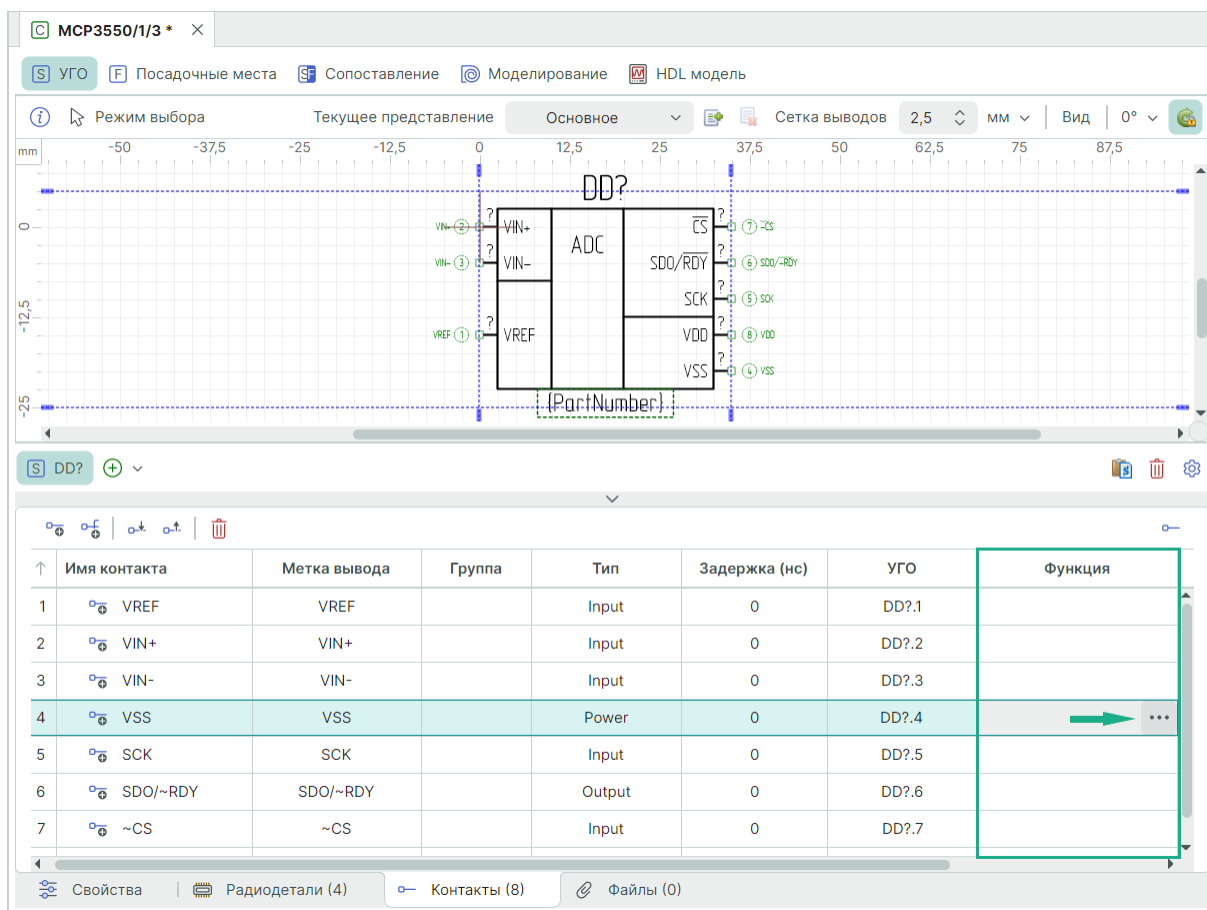

Рис. 266 Определение функции
- Выберите контакт, двойным кликом нажать символ «...» в соответствующей ячейке столбца «Функция», см. Рис. 266.